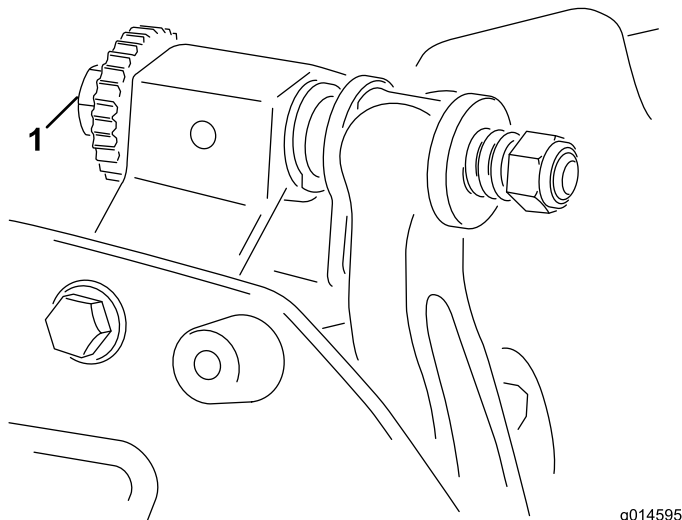

Рисунок 4
1. Установите режущий блок на ровной горизонтальной рабочей поверхности. Поверните регулировочные винты неподвижного ножа против часовой стрелки таким образом, чтобы неподвижный нож вышел из контакта с барабаном (Рисунок 4).